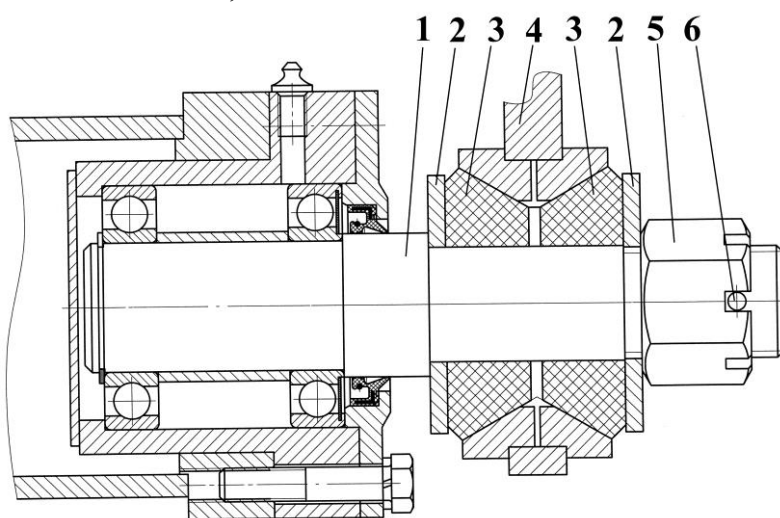

Рис. 4.6.1
4.6.1. Установить шлейф-катки в отверстия рычагов, как показано на рис.4.6.1, где;